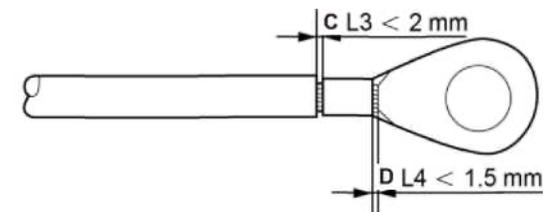

Figura 3.16 Pele el cable
- 4) Inserte el cable pelado en el área de engarzado de la terminal OT y engarce con una herramienta de engarzado hidráulica (vea la Figura 3.16).